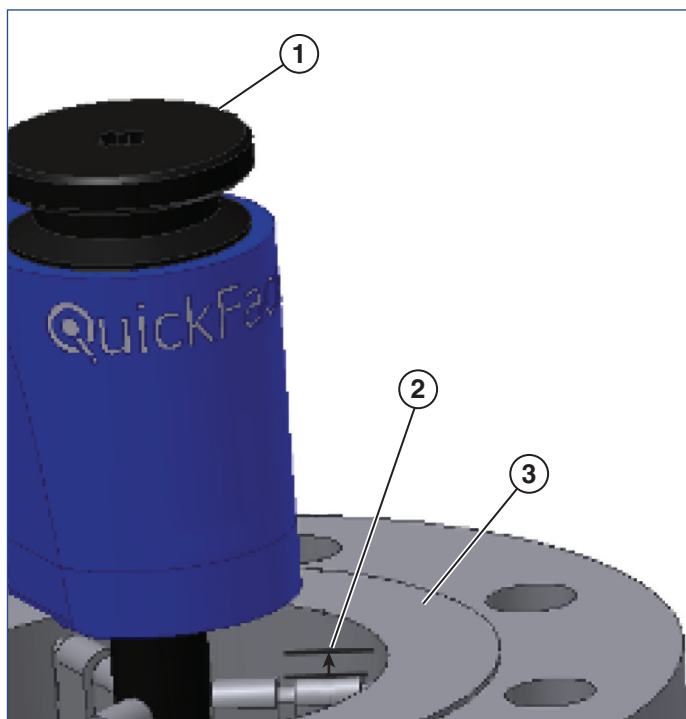

Рисунок 10
1. Установите QuickFace в обрабатываемое изделие так, чтобы верх фиксатора или насадки находился ниже опорной поверхности (зеркала) фланца, приблизительно, на 1/8 дюйма (см. рисунок 10). Вращая зажимную рукоятку по часовой стрелке, закрепите устройство в обрабатываемом изделии. Для обеспечения надежной фиксации, зажимая устройство QuickFace в обрабатываемой детали, слегка покачивайте его вперед-назад. Если вручную надежно затянуть устройство QuickFace невозможно, вставьте в торец зажимной рукоятки ключ с храповиком. НЕ ЗАТЯГИВАЙТЕ ЗАЖИМНУЮ РУКОЯТКУ С ЧРЕЗМЕРНЫМ УСИЛИЕМ – ЭТО ВЕДЕТ К ПОВРЕЖДЕНИЮ УСТРОЙСТВА! Затяжка достаточна, если устройство QuickFace не смещается в обрабатываемой детали при его подъеме за конец корпуса редуктора.